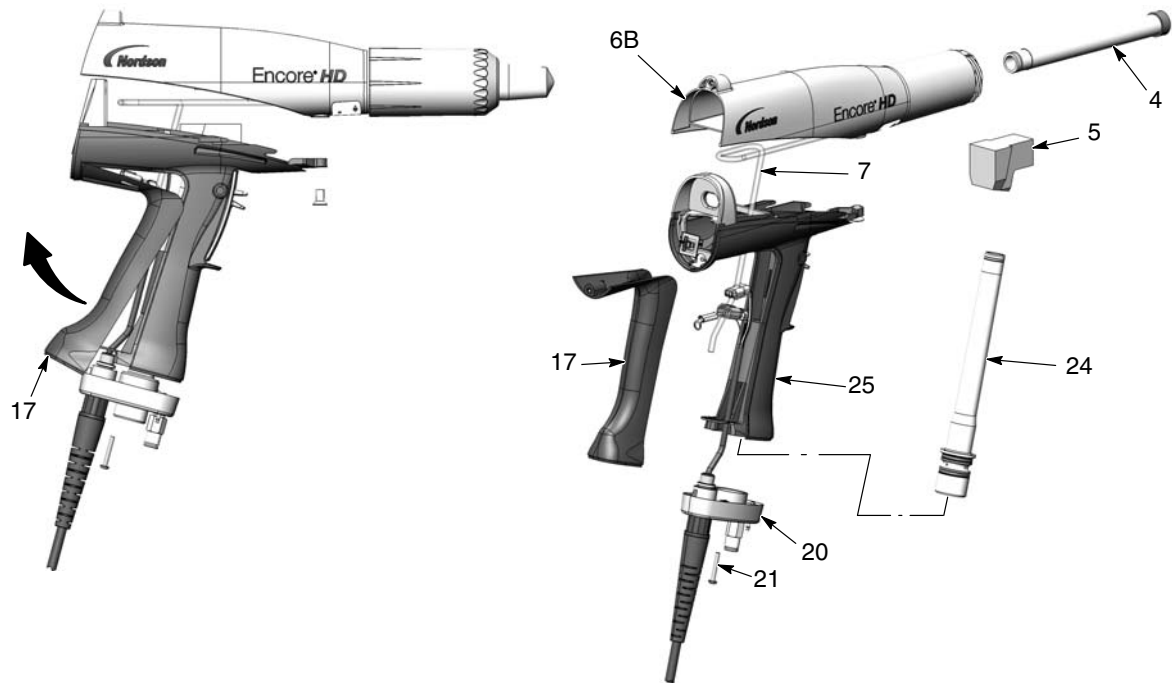

Figura 6-5 Substituição do percurso de p
2. Consulte a figura 6-5. Retire o cotovelo (5) do tubo de entrada (24).
3. Retire os dois parafusos M3 x 20 (21) da base do punho (20).
4. Puxe a base para fora do punho, depois desloque o fundo do contacto de terra (17) para cima e para fora do punho e retire-o em seguida. Deixe o fio de ligação à terra ligado ao contacto de terra.
5. Empurre o tubo de entrada (24) para cima e para fora da base, depois afaste a base e puxe o tubo de entrada para fora do punho.
6. Empurre o tubo de saída (4) para fora da parte dianteira do corpo da pistola (6B).
1. Consulte a figura 6-5. Monte o tubo de saída (4) no corpo da pistola (6B), com a extremidade do tubo à face com a extremidade do corpo da pistola.
2. Monte o tubo de entrada (24) no punho (25), depois monte a extremidade do tubo na base do punho (20).
3. Empurre a base do punho até ficar junto ao punho, depois enganche a extremidade superior do contacto de terra (17) no corpo e rode-o no punho. Ao montar, assegure que os fios do cabo não ficam entalados nem esmagados.
4. Monte a base do punho no punho e no contacto de terra e fixe-a com os dois parafusos M3 x 20 (21).
5. Monte o cotovelo (5) no tubo de entrada, com a extremidade voltada para a parte dianteira da pistola, como ilustrado.